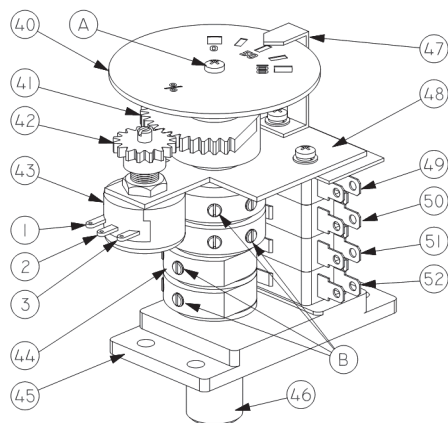

Рис. 2 Индикатор положения затвора арматуры
Ограничитель хода выходного вала (5) механически связан с выходным валом (15). При достижении ограничителем хода выходного вала заданных параметров микровыключатели (49 и 51) (рис.2) отключают катушки магнитных пускателей, тем самым отключая электропитание электродвигателя.
Индикатор положения затвора арматуры (40,47) (рис. 2) механически связан с валом ограничителя хода выходного вала. После настройки, указания индикатора соответствуют определенным положениям затвора арматуры независимо от режима работы электропривода – ручного или электрического.